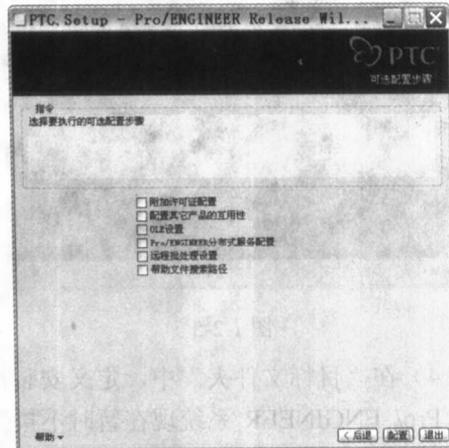
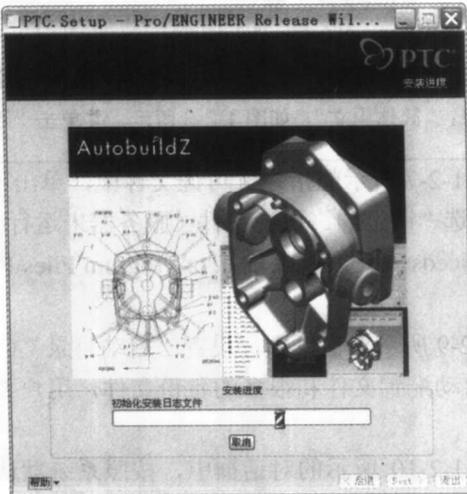

图 1-2-10
图 1-2-11
(7) 在弹出的如图 1-2-10 所示的对话框中，按照系统默认，单击“配置”按钮，系统会出现图 1-2-11 所示的“开始安装进度”对话框。